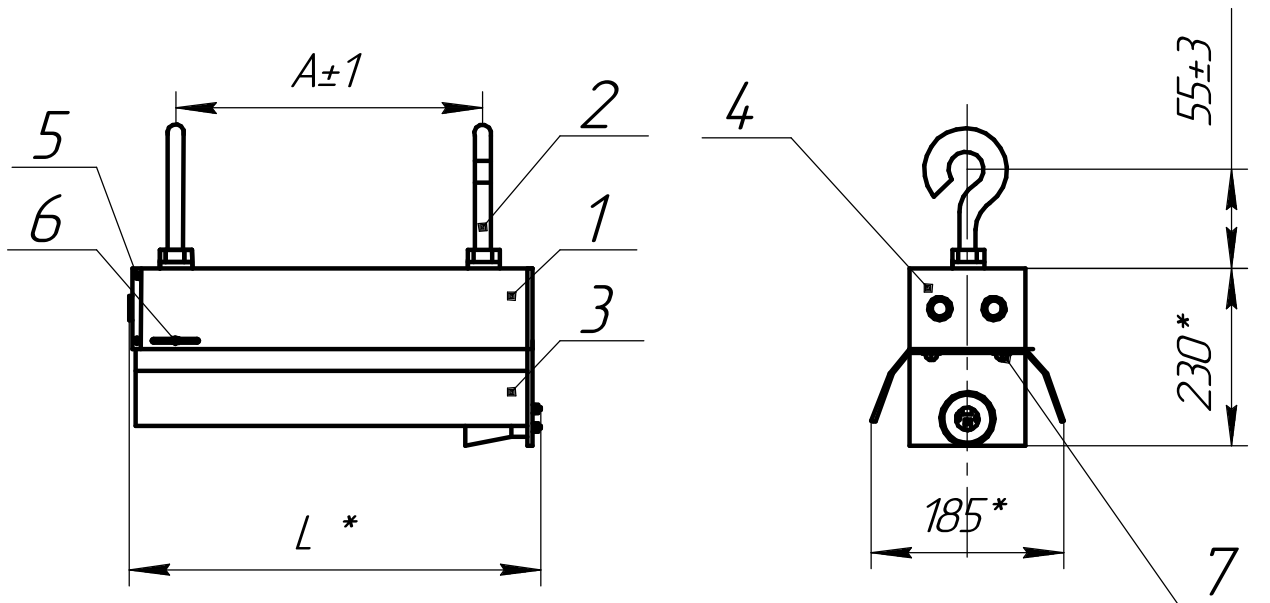

Рисунок 1. ЖСП22-600-701 "Flora", ЖСП22-400-701 "Flora"
3.1Светильник состоит из: корпуса в сборе Поз.1 Рис.1,где смонтирован ПРА; защитного щитка Поз.3 и узлов подвеса Поз.2.